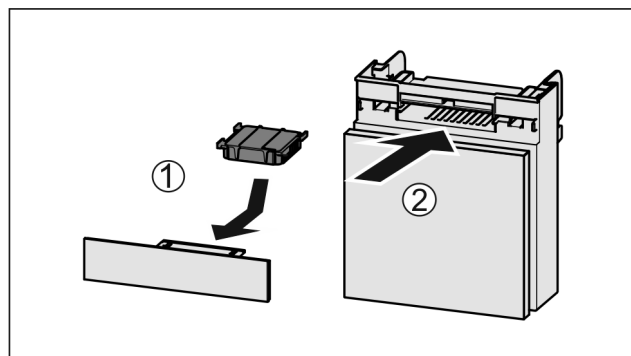

Fig. 87
- ▶ Установите фильтр с активированным углем, как показано на рисунке Fig. 87 (1).
- ▶ Вставьте отделение Fig. 87 (2).